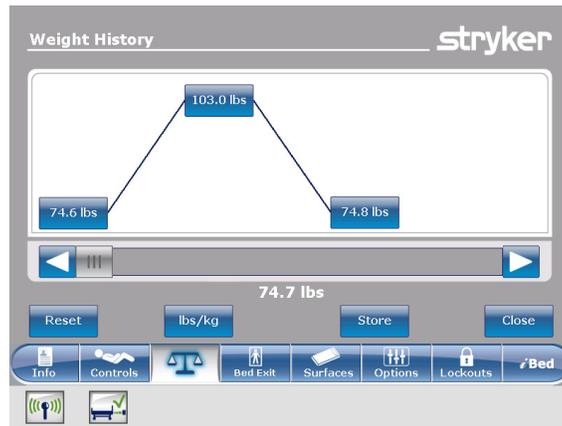

Figure 30 – Historique du poids
Pour réinitialiser les historiques du poids enregistrés, toucher **Reset** (Réinitialiser) (Figure 30).
1. Toucher une valeur de poids sur l'écran de l'historique de poids (Figure 30). Chaque valeur indique l'heure et la date de la mesure (Figure 31).